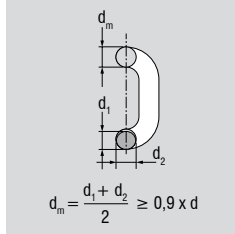

Abb. 11: Abnahme der Dicke des Kettengliedes
- Abnahme der Dicke des Kettengliedes an irgendeiner Stelle im Mittel um >10 % (Abb. 11)